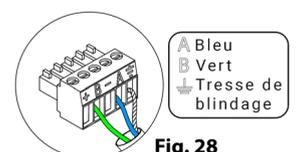

Fig. 28
Pour la connexion au bus de connexion Airzone de la platine centrale (5), vous disposez de 1 borne à 5 broches. Fixez les câbles à l'aide des vis de la borne, en respectant le code couleur (Fig. 28).